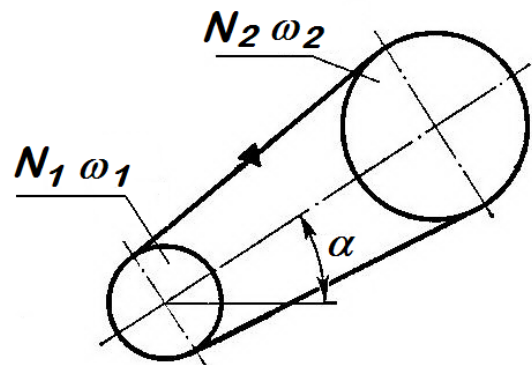

Рис.2
2. Рассчитать клиноременную передачу (рис. 2). Передаваемая ведущим шкивом мощность  $N_1$ , угловая скорость его  $\omega_1$  и угловая скорость ведомого шкива  $\omega_2$  приведены в табл. 2. Режимом работы передачи задаться.